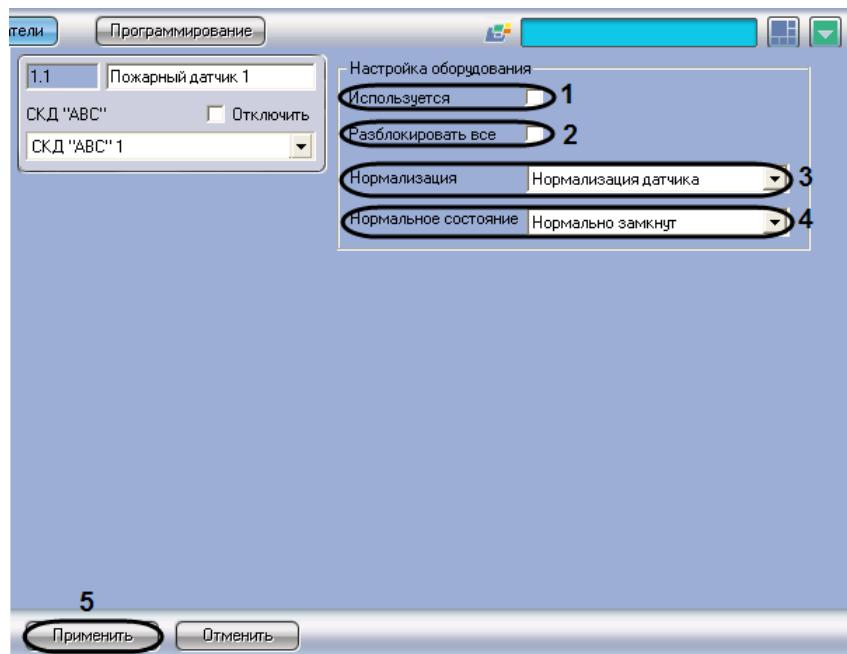

Рис. 3.5—2 Настройка пожарного датчика
2. Для использования пожарного датчика установить флажок **Используется** (см. Рис. 3.5—2, 1).
3. Установить флажок **Разблокировать все** в случае, если при срабатывании пожарного датчика требуется разблокировать все точки доступа, подключенные к тому контроллеру ABC, что и данный датчик (см. Рис. 3.5—2, 2).